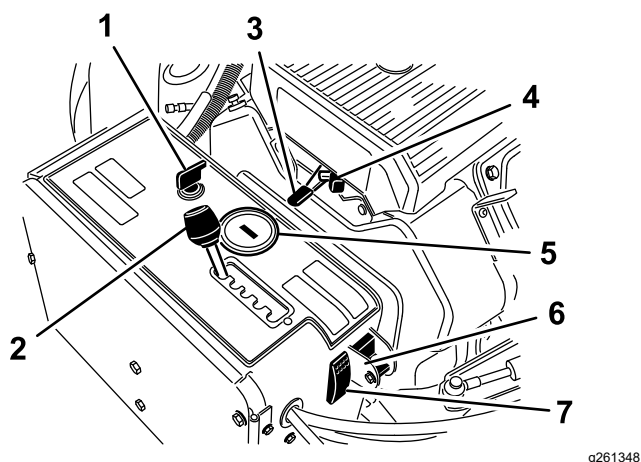

Figure 14
Le commutateur d'allumage (Figure 14) sert à démarrer et arrêter le moteur. Il a 3 positions :
Placez le levier (Figure 14) dans la position correspondant à l'espacement des trous voulu ou à la position « T » pour le transport.
La commande d'accélérateur (Figure 14) permet de réguler le régime moteur. Déplacez la commande en avant (position HAUT RÉGIME) pour augmenter le régime moteur ou en arrière (position BAS RÉGIME) pour le réduire. Le régime moteur régule la vitesse de la tête d'aération et commande la vitesse de déplacement de la machine.
- Lorsque le moteur s'arrête, le compteur horaire/compte-tours (Figure 14) affiche le nombre d'heures de fonctionnement du moteur.
Utilisez le volet de départ pour démarrer le moteur à froid (Figure 14).
Tournez le sélecteur vers le bas pour désactiver la fonction TrueCore (Figure 14). Retirez le boulon pour accéder au sélecteur manuel.
Appuyez sur l'interrupteur de réinitialisation du système (Figure 14) pour lever la tête d'aération si la machine tombe en panne (par exemple, panne de carburant).